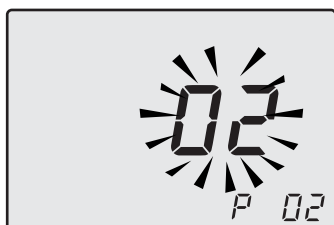

Рисунок 9.18
- Нажмите кнопку 17, чтобы перейти к параметру **P02** и вывести на дисплей соответствующее заданное значение: **02** = контроль сгорания GARC (Рисунок 9.18).